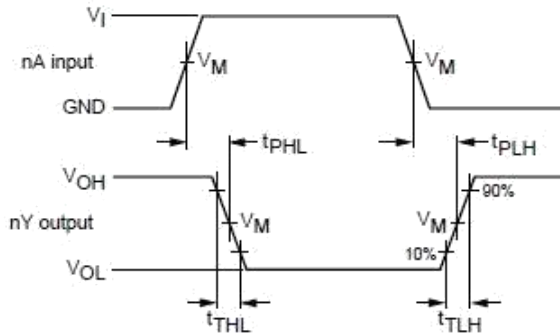

图 6、数据输入 (nA) 到输出 (nY) 的传输延时和输出转换时间
**交流参数 1** ( $T_{amb}=25^{\circ}\text{C}$ ,  $\text{GND}=0$ ,  $t_r=t_f=6.0\text{ns}$ ,  $C_L=50\text{pF}$ , 见图 6、图 7)
**交流参数 2** ( $T_{amb}=-40 \sim +85^{\circ}\text{C}$ ,  $\text{GND}=0$ ,  $t_r=t_f=6.0\text{ns}$ ,  $C_L=50\text{pF}$ , 见图 6、图 7)